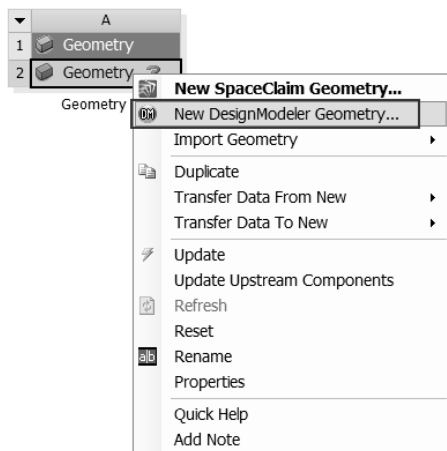

图 10-46 导入几何体
Step1 :在 A2 Geometry 上右击,在弹出的快捷菜单中选择 Import Geometry Browse 命令,如图 10-46 所示,此时会弹出“打开”对话框。